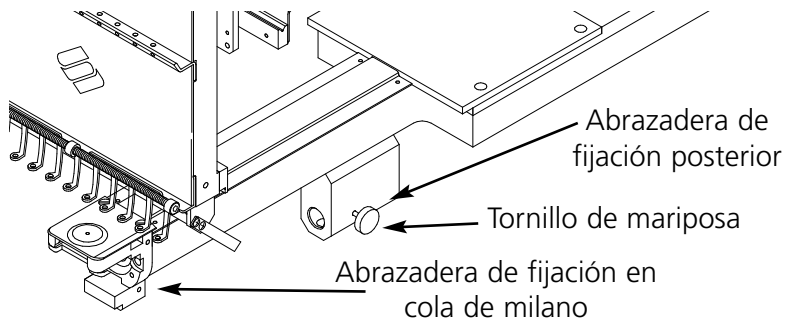

Figura 3-13
4. Debajo del brazo cilíndrico (véase la Figura 3-13) coloquen las bridas de sujeción del bastidor para gorras: